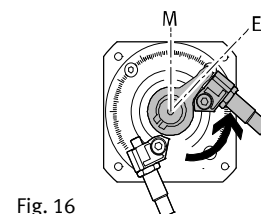

Fig. 16
6. Вытолкните держатель амортизатора вместе с элементом амортизации (жестким упором с упругими пластиковыми вставками или амортизатором) наружу на упорный рычаг. При этом ход демпфирования должен продавливаться до тех пор, пока втулка соответствующего амортизатора не будет прилегать к упорному рычагу (Fig. 16). При необходимости поддерживайте шестигранник.